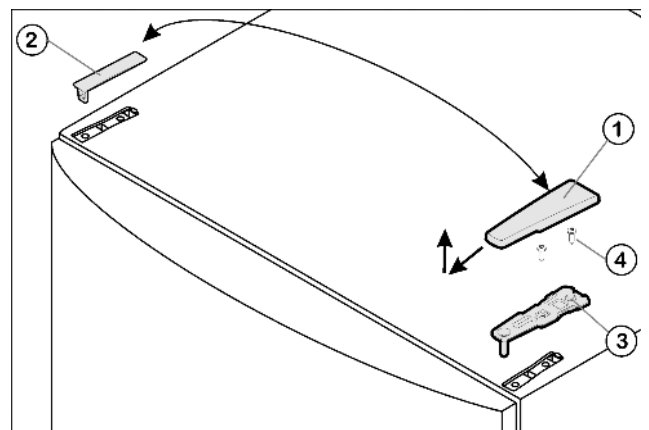

Fig. 5
- ▶ Trageți capacul Fig. 5 (1) în față și în sus.
- ▶ Ridicați capacul Fig. 5 (2).
- ▶ Deșurubați suportul superior al lagărului Fig. 5 (3) (2 șuruburi Torx® 25) Fig. 5 (4) și trageți-l în sus.
- ▶ Introduceți în ușă suportul de lagăr superior Fig. 5 (3), pe noua latură a balamalei.
- ▶ Strângeți **cu șuruburi (cu 4 Nm)** suportul superior al lagărului (2 x Torx® 25) Fig. 5 (4). Eventual punctați în prealabil găurile de înșurubare sau utilizați o șurubelniță cu acumulator.
- ▶ Aplicați din exterior și cuplați capacul Fig. 5 (1) și respectiv capacul Fig. 5 (2) pe partea opusă.